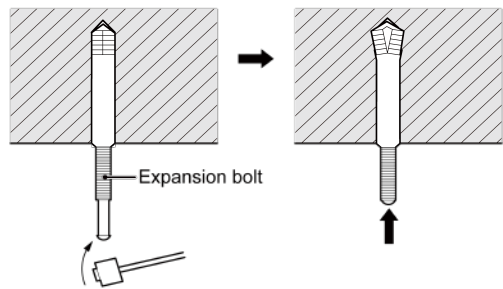

Fig.4.1.4
- 2) Inserte el perno de expansión M10 en el orificio y luego golpee el clavo hacia el perno, como se muestra en la Fig.4.1.4.